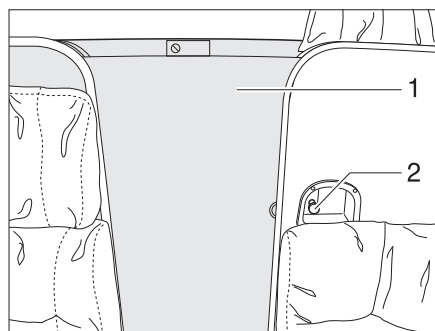
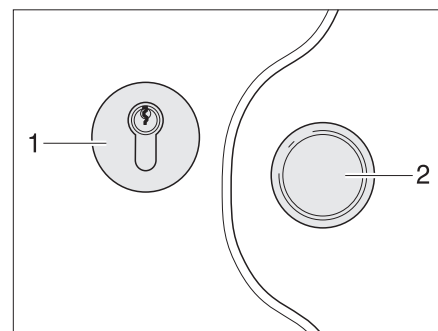

Bild 55 Fahrerhausabtrennung
Bild 56 Schloss Fahrerhaus
- Die Tür (Bild 55,1) entsichern und zuschieben.
- Den Griff (Bild 55,2) entgegen dem Uhrzeigersinn drehen, bis die Tür verriegelt ist.
- Den Griff (Bild 55,2) im Uhrzeigersinn drehen, bis die Tür entriegelt ist.
- Die Tür (Bild 55,1) aufschieben und sichern.
- Die Tür (Bild 55,1) entsichern und am Griff (Bild 56,2) zuschieben.
- Den Schlüssel in den Schließzylinder (Bild 56,1) stecken und im Uhrzeigersinn drehen, bis die Tür verriegelt ist.